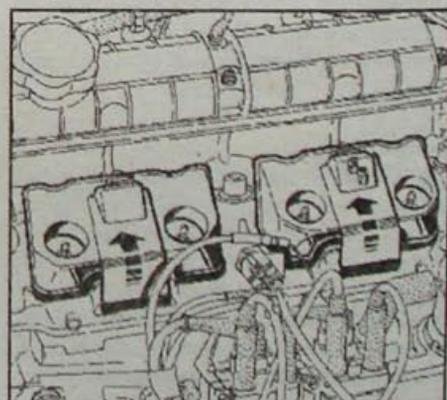

Рис. 1.43. Направление снятия крышек свечей
- Снимите крышки свечей зажигания (рис. 1.43).